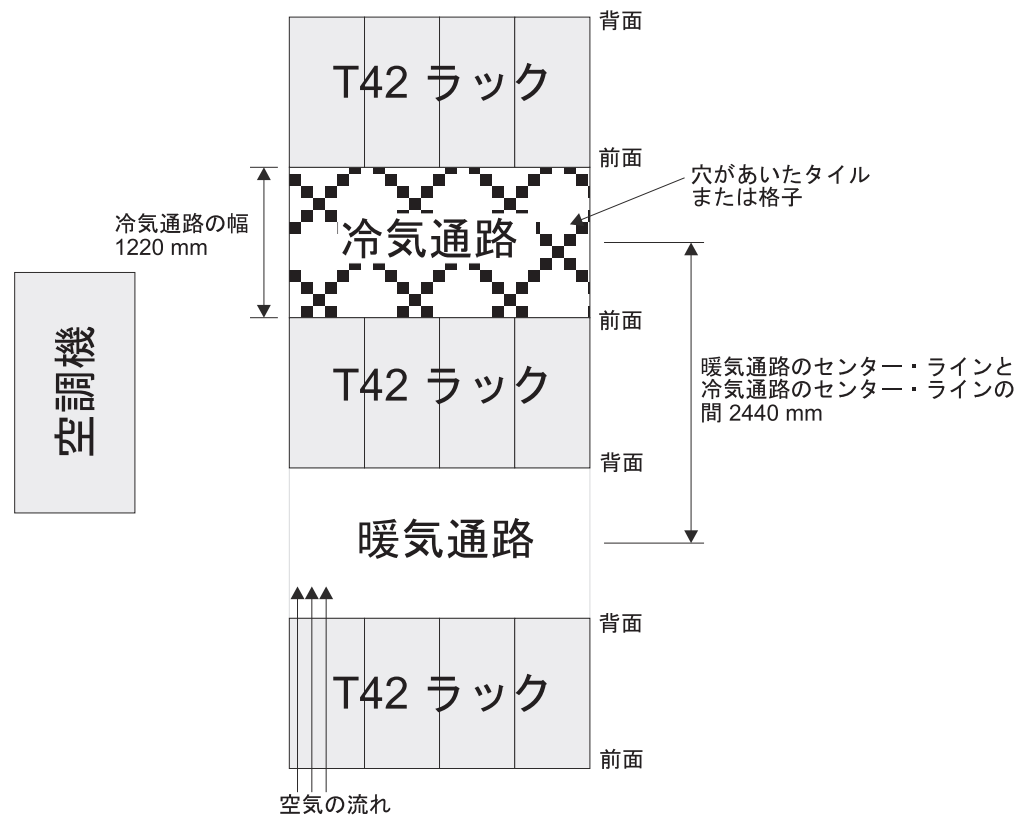

図 15. 冷氣通路/暖气通路ラック構成の例
- 空気はラックの前面から入り、背面から出るようにすること。ラックから出る空気が、別の装置の取り入れ口に入らないようにするために、ラックを、背面と背面、あるいは前面と前面を合わせるようにして交互の列に配置する必要があります。この配置方法は**冷氣通路と暖気通路**と呼ばれ、31 ページの図 15 にその図を示しました。